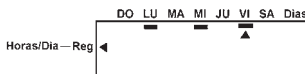

fig.17
6. Pulsar  $\uparrow$  para confirmar, aparecerá un subrayado debajo del día. En los días subrayados el descalcificador hará la regeneración (fig 17).